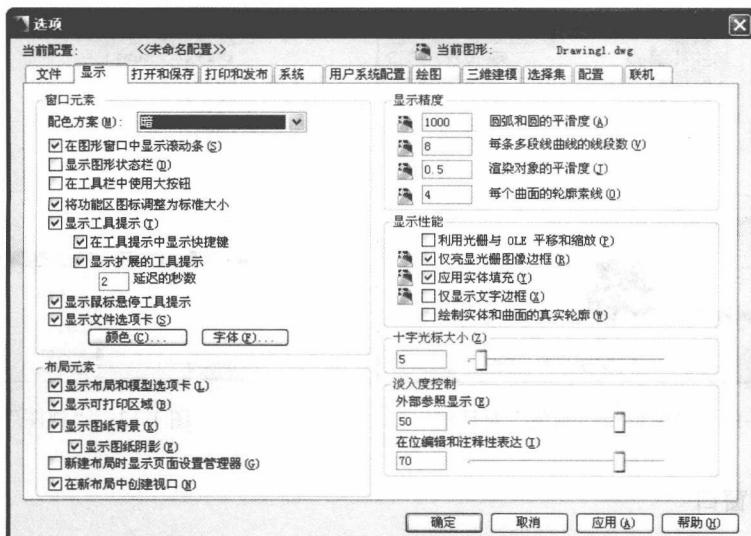

图 1-10 “显示”选项卡
选择菜单栏中的“工具”→“选项”命令，打开“选项”对话框。选择“显示”选项卡，在“十字光标大小”文本框中直接输入数值，或拖动文本框后面的滑块，即可以对十字光标的大小进行调整，如图 1-10 所示。
① 选择菜单栏中的“工具”→“选项”命令，打开“选项”对话框，选择如图 1-10 所示的“显示”选项卡，再单击“窗口元素”选项组中的“颜色”按钮，打开如图 1-11 所示的“图形窗口颜色”对话框。
② 在“颜色”下拉列表框中，选择需要的窗口颜色，然后单击“应用并关闭”按钮，此时 AutoCAD 的绘图区就变换了背景色，通常按视觉习惯选择白色为窗口颜色。